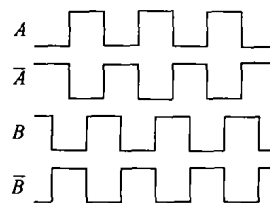

图 2 编码器输出波形
a) 编码器输出 4 路差分信号 A 、 \bar{A} 、 B 、 \bar{B} , 其中 \bar{A} 、 \bar{B} 为 A 、 B 的反向信号输出。当通道 A 的输出波形超前通道 B 输出 90° 时, 折弯机正向运动; 通道 B 的输出波形超前通道 A 输出 90° 时, 为反向运动。 A 、 \bar{A} 、 B 、 \bar{B} 均为严格方波, 其关系如图 2 所示。
为实现电气隔离, 编码器输出电路后设计有光电隔离电路。为保证计数电路精确计数时对波形的要求, 光电隔离后的输出信号采用施密特触发电路进行波形整形, 保证隔离整形电路后依旧输出严格正交的方波信号。经隔离整形后, 信号的输出波形同图 2, 不过与原信号存在相位滞后, 当选用型号相同的光耦合器后, 4 路信号有着相同的相位滞后, 不影响后续计数电路的设计。